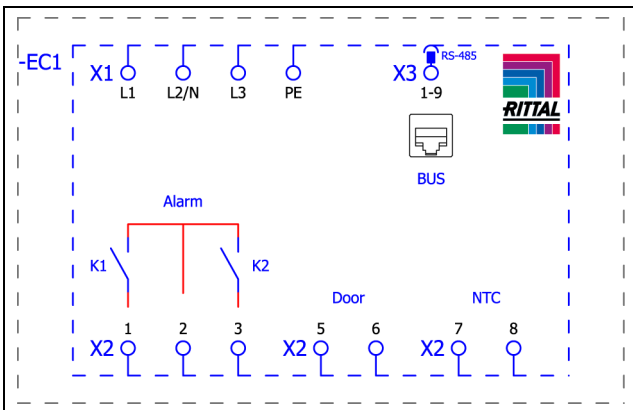
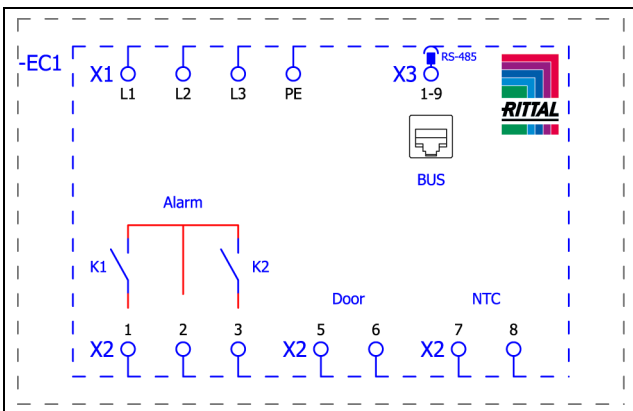

Bild 17: Kopplingschema SK 3184837, SK 3185x3x, SK 3186x3x och SK 3187x3x
Bild 18: Kopplingschema SK 3188x4x och SK 3189x4x
- Ta ut nätkontakten ur leveransförpackningen och koppla in nätförsörjningen enligt tillhörande anslutningsmärkning (bild 17 resp. bild 18).